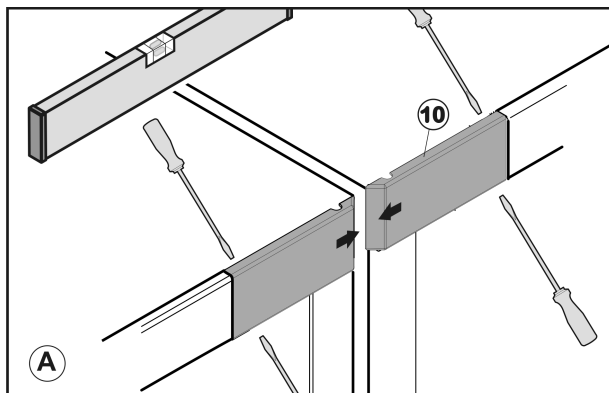

Fig. 41
- Enlever les caches Fig. 41 (10) avec un tournevis et enlever vers l'intérieur.